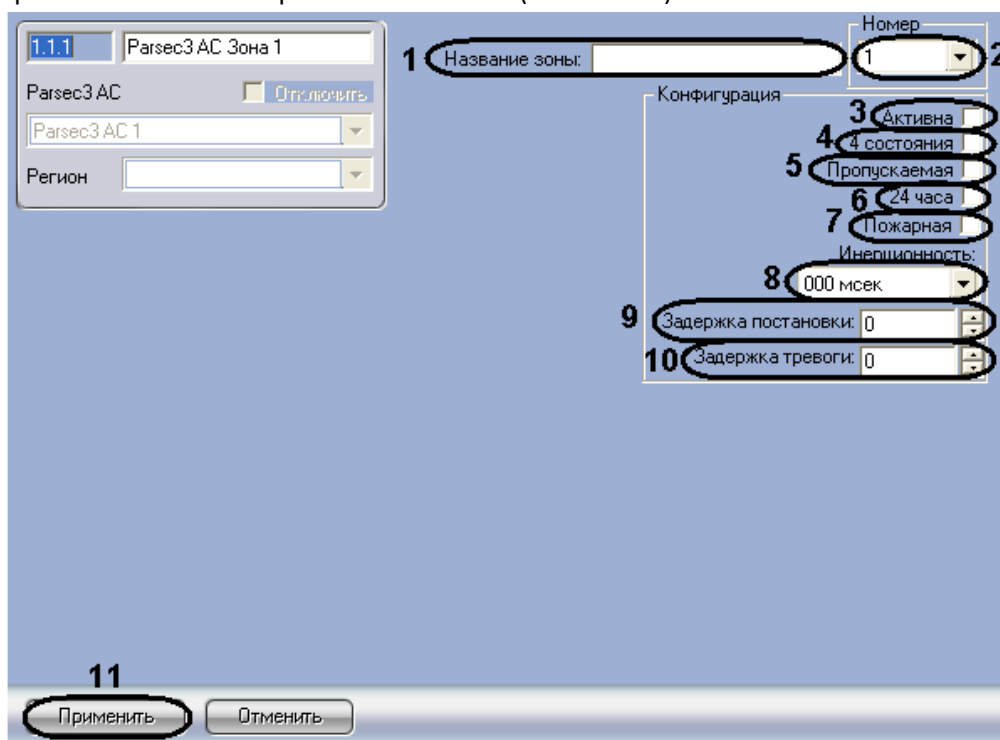

Рис. 3.9—8 Панель настроек объекта Зона
2. В поле **Название зоны:** ввести название настраиваемой охранной зоны (Рис. 3.9—8, 1).
3. Из раскрывающегося **Номер** выбрать порядковый номер охранной зоны (Рис. 3.9—8, 2).